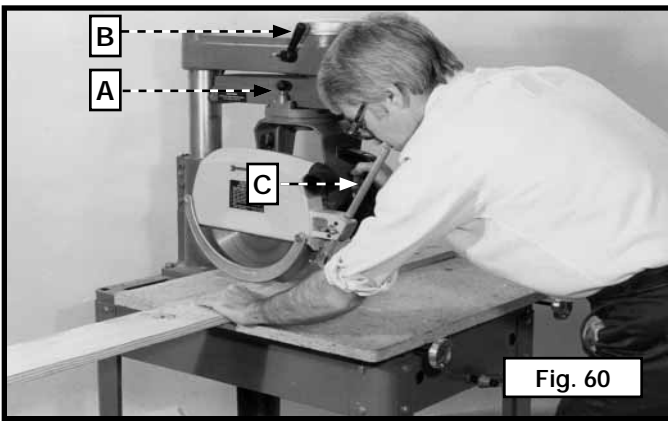

Fig. 60
El corte transversal consiste en apoyar la pieza de trabajo contra la guía y mover la hoja de sierra a través del material. Antes de realizar un corte transversal, fije el brazo guía (A) a "0" y ajuste el mango de fijación del brazo guía (B) Fig. 60. Ajuste la guía. Asegúrese de que la hoja de sierra esté a la izquierda y detrás de la guía. Coloque la pieza de trabajo en el banco y ensámblela contra la guía. La hoja de sierra debe estar separada de la guía y del banco cuando la máquina está encendida. Baje la hoja de la sierra hasta que corte levemente la superficie del banco. Coloque un poco hacia la izquierda de la máquina para tener mejor visibilidad. Mueva la hoja de sierra a través de la superficie de trabajo y, una vez efectuado el corte, coloque la hoja de sierra nuevamente en su posición inicial. Espere a que la hoja se detenga antes de retirar la pieza cortada.
▲ PRECAUCIÓN: Asegúrese de que sus manos estén alejadas de la hoja. Sostenga la pieza de trabajo con firmeza. Como medida de seguridad adicional, invierta la varilla antirretroceso (C) Fig. 60 y fíjela en posición de modo que la varilla casi toque la pieza de trabajo. En esta posición, la varilla puede funcionar como un protector de los dientes expuestos de la hoja. Vea la Fig. 60, donde se ilustra una operación de corte transversal en una sierra radial. Asegúrese de colocar nuevamente el soporte del cabezal de corte en la posición trasera después de cada operación de corte transversal.